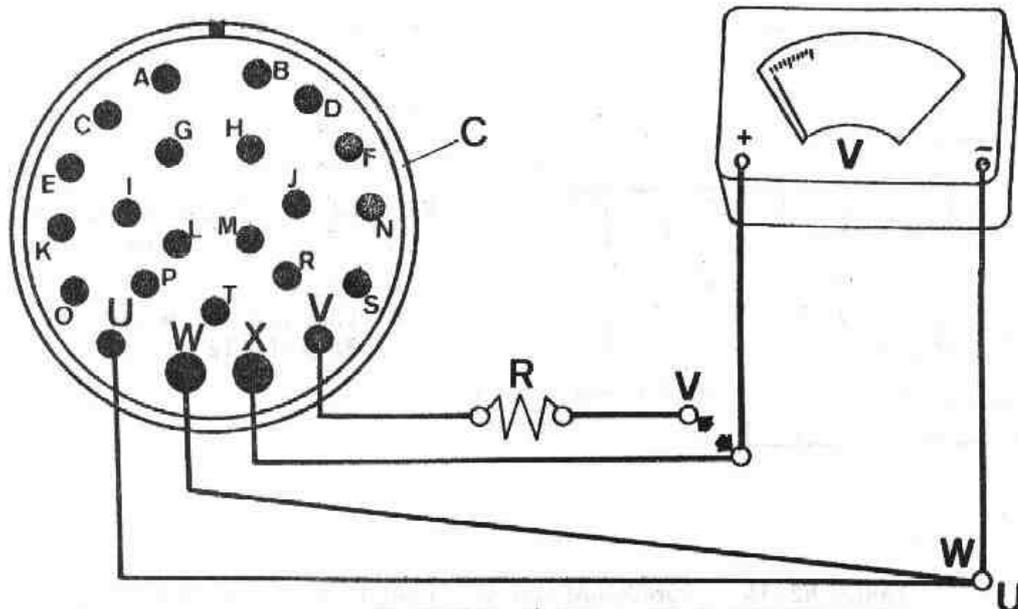

Fig. N2-50 Prueba de carga del alternador
- 3.2. Preparar cuatro cables con terminales adecuados y conectarlos a los terminales "U", "W", "X" y "V" del conector, C (Fig. N2-50), desmontados en la operación anterior.
- 3.3. Conectar entre sí los cables conexionados a los terminales "U" y "W" y fijarlos al terminal negativo de un voltímetro, V (Fig. N2-50).
- 3.5. Intercalar un resistor de 3 á 5 ohmios, 10 watos en el cable conectado al terminal "V" del conector, C (Fig. N2-50) con objeto de reducir la caída de tensión al excitar entre sí los cables de los terminales "V" y "X".
- 3.6. Poner en funcionamiento el motor a un régimen de 600 r.p.m. (1.200 r.p.m. del alternador) y a continuación excitar intermitentemente el cable del terminal "V" sobre el cable del terminal "X" conectado al voltímetro, V (Fig. N2-50). Una vez excitado convenientemente el alternador, el voltímetro deberá marcar una tensión de corriente incontrolada, por lo que se debe tener la precaución de no sobrepasar la escala de medida del voltímetro. Si la prueba nos indica que el alternador carga, el fallo se encuentra en la caja del regulador.